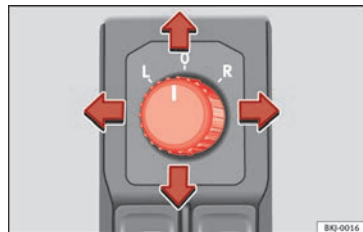

Abb. 148 Drehschalter für die Außenspiegel.
1. Drehen Sie zunächst den Drehknopf »» **Abb. 148** in Stellung **L (linker Außenspiegel)**.
- Zum Anklappen der Außenspiegel drehen Sie den Drehknopf »» **Abb. 148** in Stellung . Sie sollten die Außenspiegel immer anklappen, wenn Sie eine automatische